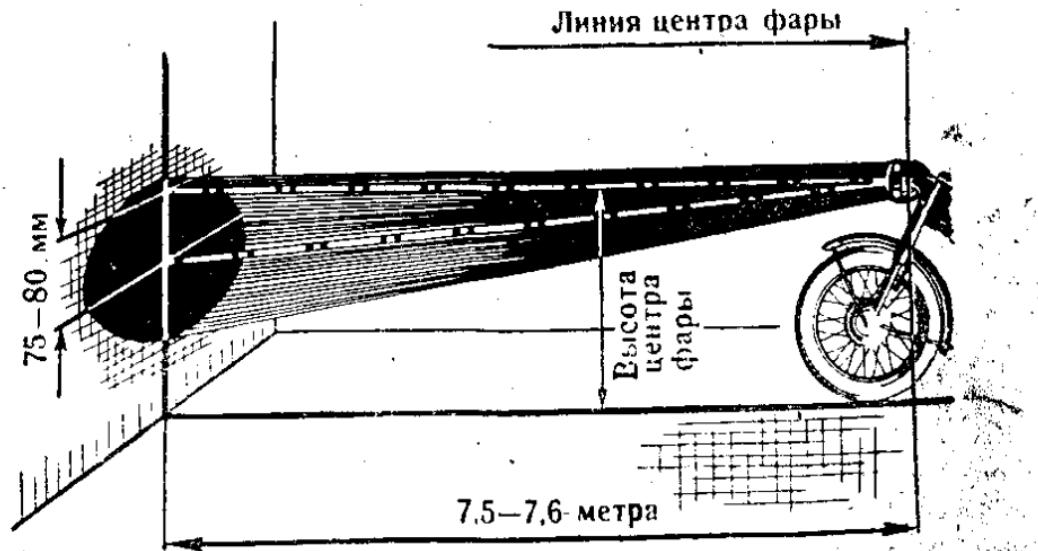

Рис. 34. Регулировка фары.
- c) Ниже горизонтальной линии на расстоянии от 75 до 80 мм нанести вторую горизонтальную линию (рис. 34).